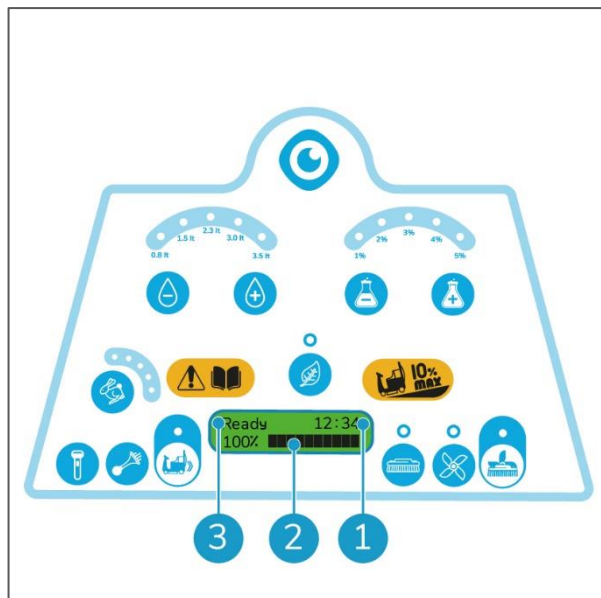

Figura 5
1. Indica el nivel de la batería (Figura 5, pos. 2).
2. Indica el tiempo de funcionamiento en horas y minutos (Figura 5, pos. 1).
3. Indica que la i-drive está lista para funcionar (Figura 5, pos. 3).